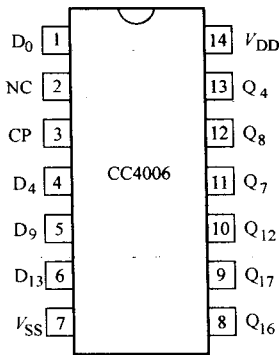

图 10 CC4006 的外引脚排列
- 1. 封装形式及外引脚排列（见图 10） 采用 SJ1100-76A 型-14 线和 C 型-14 线。